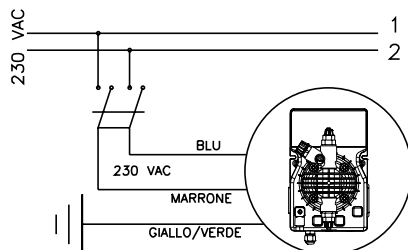

Fig. 4
- b.- Rispettare le norme in vigore nei diversi paesi per quanto riguarda l'installazione elettrica (Fig. 4).